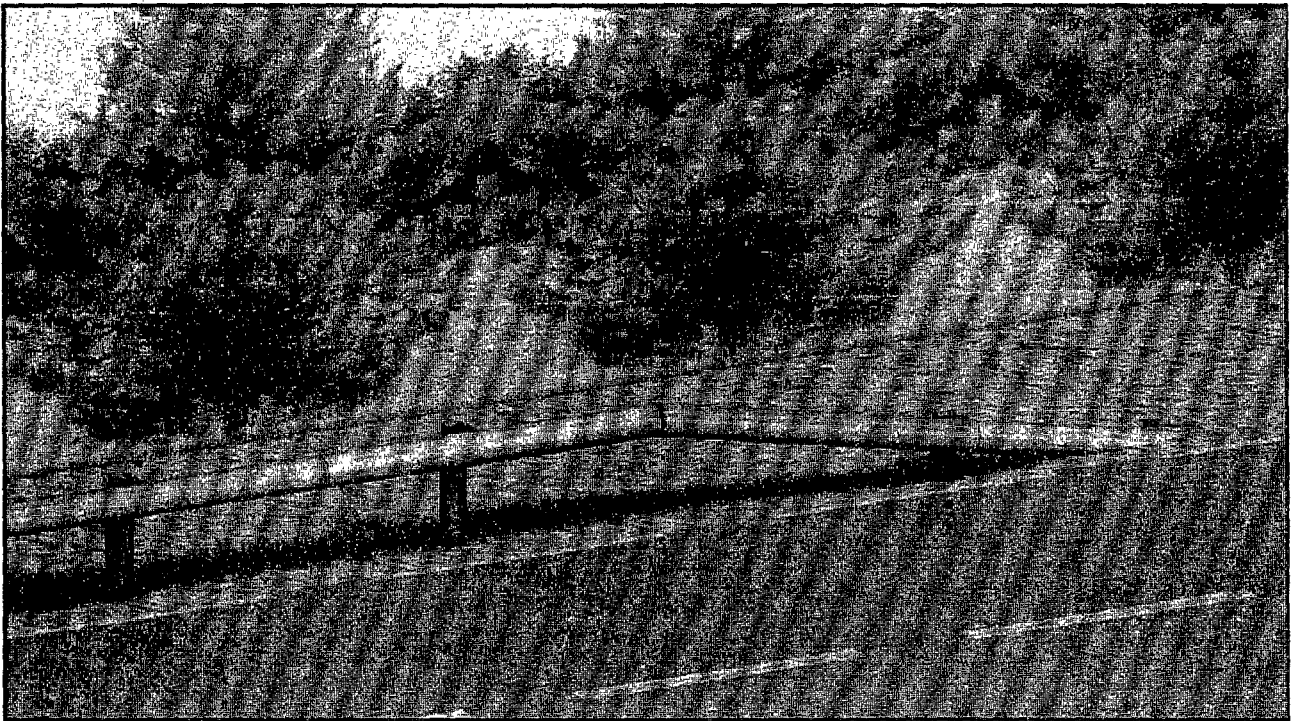

Figure 3. - Barrière MB2. - Extrémité MB2
La lisse d'extrémité s'abaisse grâce à un manchon incliné, elle est fixée sur le C 100 à l'aide d'un manchon d'extrémité et d'un boulon TH 16x40. (fig. 3) (Voir plan 003-028-138)
- Figure 3. - Barrière MB 2 - extrémité MB 2.